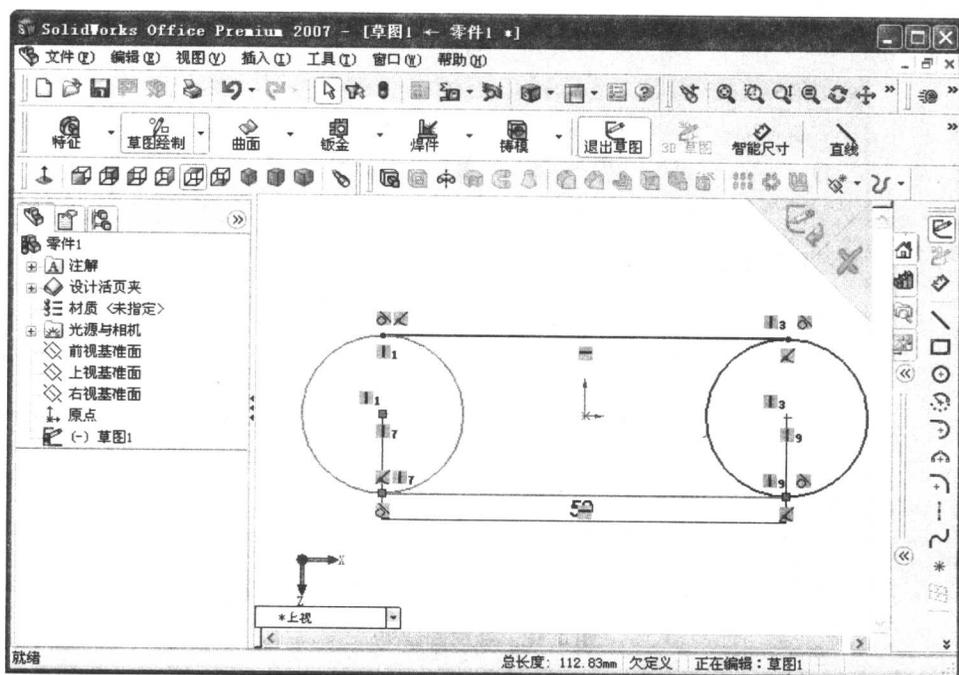

图 1.13 绘制圆下边的相切直线
(7) 重复步骤(6), 绘制两圆下边的相切直线, 如图 1.13 所示。